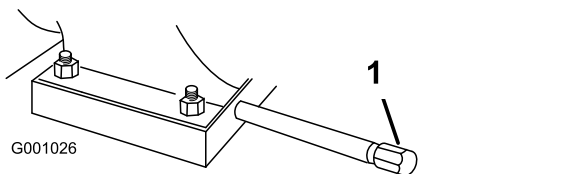

Bild 41
Ölviskosität	Siehe Bild 41 .
1. Reinigen Sie den Bereich um die Ölablassschraube (Bild 41).